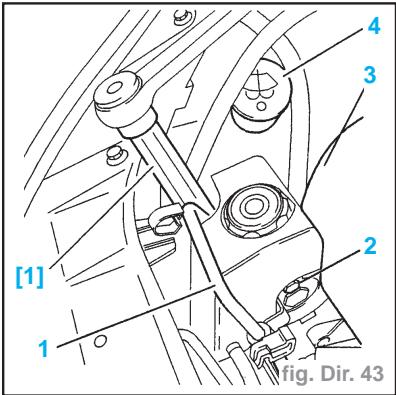

fig. Dir. 43
- Dévisser le tuyau (1) à l'aide de l'outil [1] (-).**0720-E** (fig. Dir. 43).